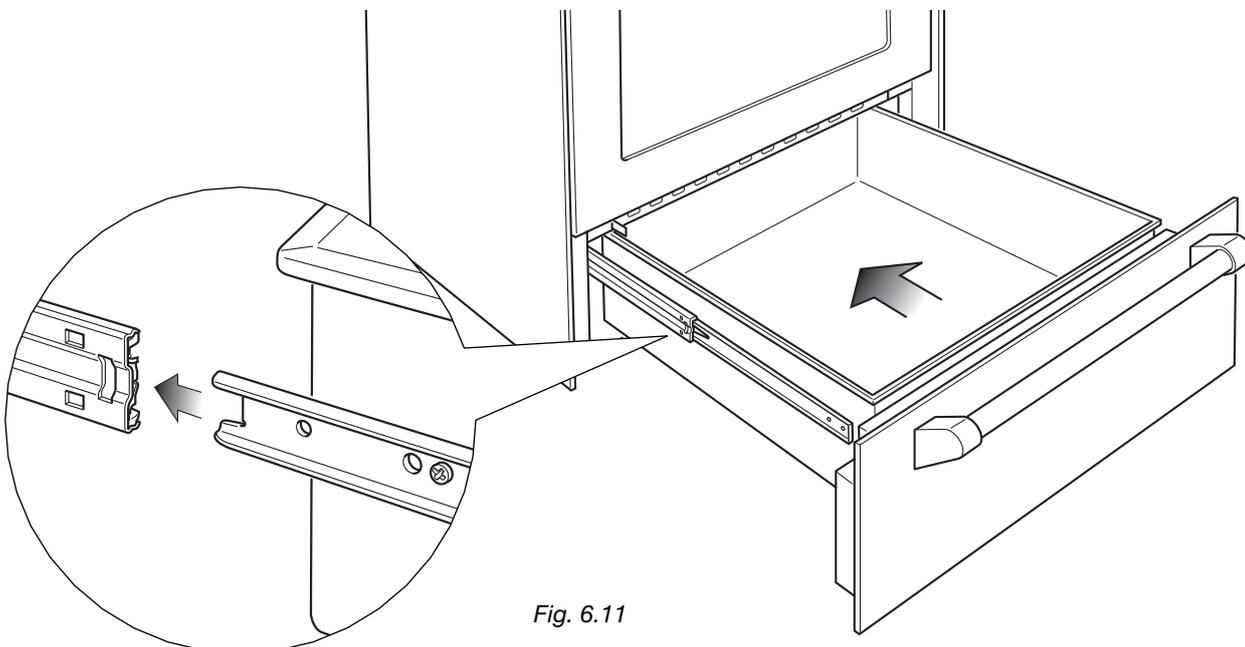

Fig. 6.11
**INSTALLATION DU TIROIR DE MAINTIEN AU CHAUD (fig. 6.11)**
1. Insérez les glissières du tiroir dans les glissières de la cuisinière (fig. 6.11).